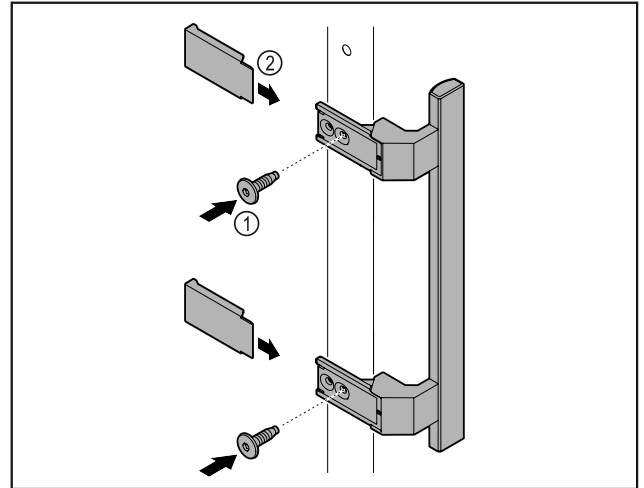

Fig. 2
- Atașați mânerul din pachetul de accesorii la ușă cu ajutorul șuruburilor incluse Fig. 2 (1).
- Aplicați capacul Fig. 2 (2).